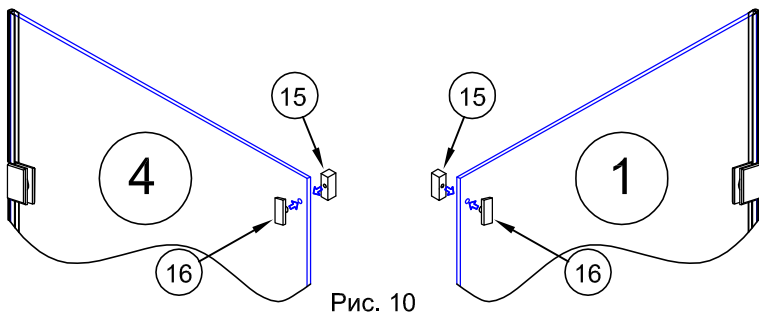

Рис. 10
3.3. В отверстия в стекле панелей №1 и №4 с наружной стороны вставить заглушки №16 (рис.10). С внутренних сторон приставить фиксирующие бобышки от креплений рельс-стена №15 (рис.10). Скрутить детали винтами (винты в комплекте с заглушками). Размещение деталей вертикальное по длинной стороне. (Рис.10)